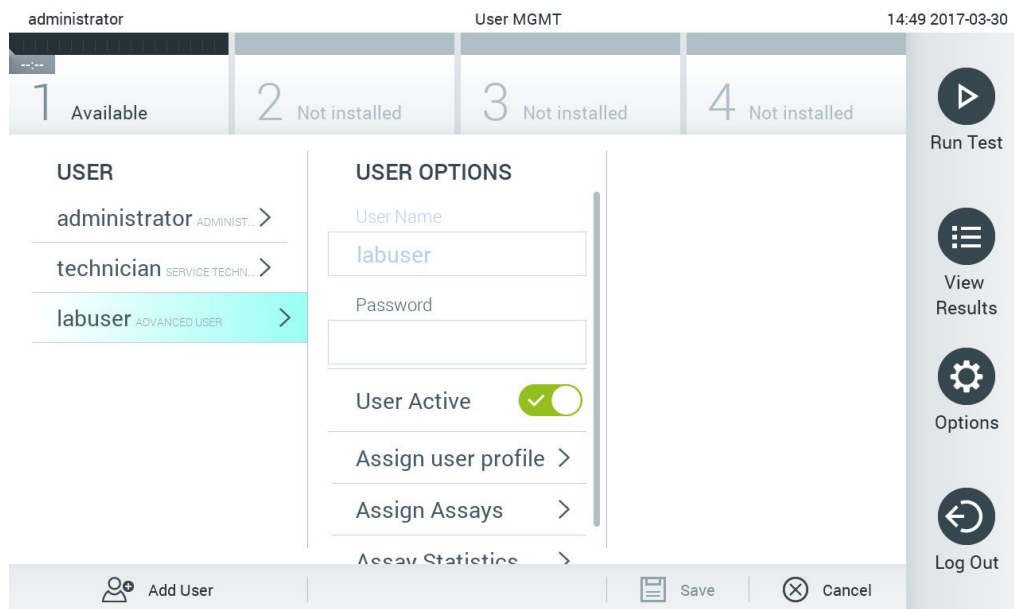

Рис. 53. Вибір користувачів і керування ними.
2. Виберіть користувача для керування зі списку в лівому стовпці області вмісту (рисунок 53).